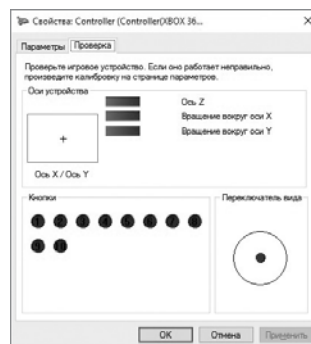

Рис. 8
- Для проверки и настройки в режиме XInput выберите «Свойства» в окне «Игровые устройства», при этом всплывет окно «Свойства: Controller (Controller (XBOX 36...))» (рис. 8). Во вкладке «Проверка» можно проверить исполнение команд при нажатии на кнопки и вращении руля. Для калибровки руля выберите вкладку «Параметры», нажмите «Откалибровать» и следуйте дальнейшим инструкциям.